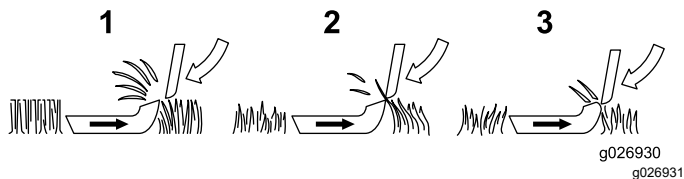

Figura 8
1. **Contacto entre contracuchilla y molinete (Figura 8):** Debe haber un contacto ligero entre la contracuchilla y el molinete para mantener los filos de corte y producir una excelente calidad de corte. Sin embargo, si no existe ese contacto ligero pueden pasar materiales abrasivos y hierba entre la contracuchilla y el molinete. Si esto ocurre se erosionan y redondean los filos de la contracuchilla y el molinete, y como resultado la calidad de corte es deficiente. Si